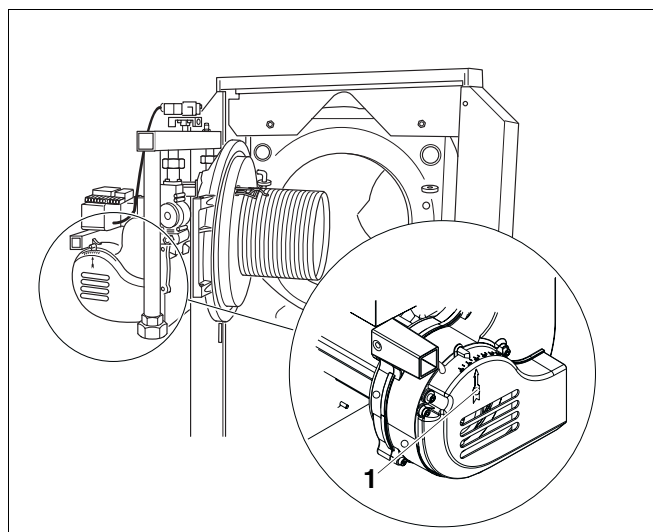

Fig. 21 Placement du brûleur en position de révision
- Ouvrez la porte du brûleur (fig. 21).
- Comparez le réglage de l'orifice d'aspiration d'air avec la position de mise en service, identifiée par la flèche (fig. 21, **pos. 1**).
L'aiguille de l'orifice d'aspiration d'air doit être réglée de façon fixe sur la position 1,5 (fig. 21, **pos. 1**; vérifiez si le réglage est fixe) !